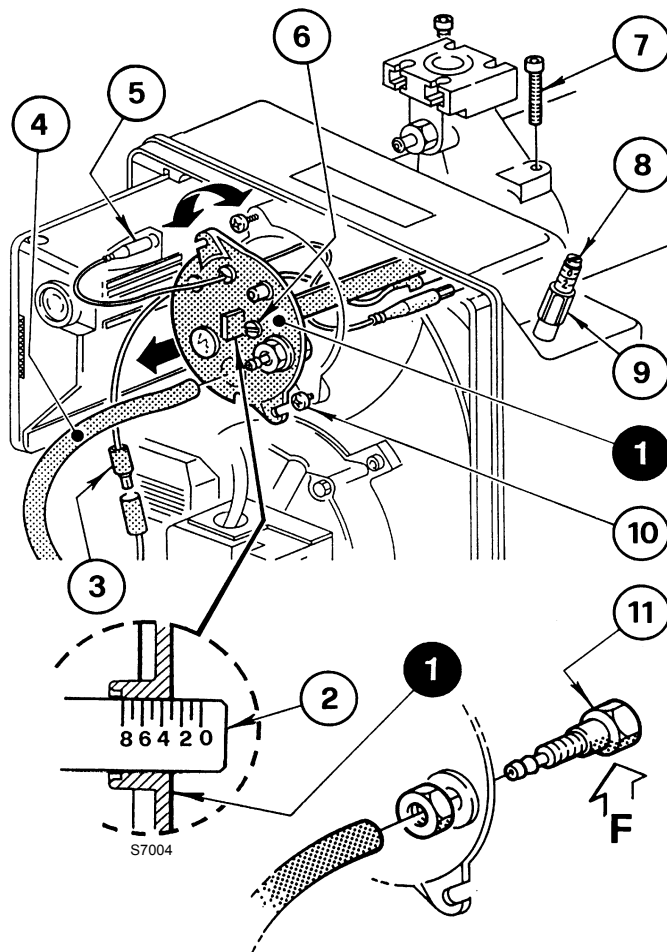

Fig. 13
Denne utføres ved å vri reguleringsskruen (6) med eller mot urviserne Fig. 13) inntil hakket som er trykt inn på reguleringstaven (2) samsvarer med den utvendige flaten til hodet (1).
I Fig. 13, er reguleringstaven til hodet justert til hakket 3.
For å trekke ut enheten med hode (Fig. 13) er det nødvendig å:
Monter tilbake på plass ved å utføre prosedyren i motsatt rekkefølge i forhold til det som er beskrevet ovenfor, ved å plassere hodet 1)(Fig. 13) slik det opprinnelig var.
Stram skruene 7)(Fig. 13), uten å blokkere disse, så langt det lar seg gjøre. Blokker så skruene med et strammemoment på 3 - 4 Nm.
Dersom tilfeldigvis trykkpluggen 11)(Fig. 13) løsner, minner vi om at den må festes på riktig måte ved at hullet (F)(Fig. 13) plassert internt på hodet 1)(Fig. 13) er vendt nedover.